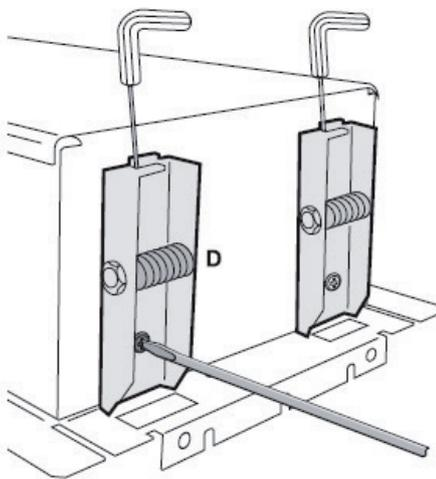

Fig. 3
- Fissare saldamente ai lati della scatola le staffe con molle (D) utilizzando le apposite viti e rondelle fornite in dotazione (fig. 3);
- Fix the brackets with springs (D) firmly to the sides of the box, using the screws and washers provided for this purpose (fig. 3);